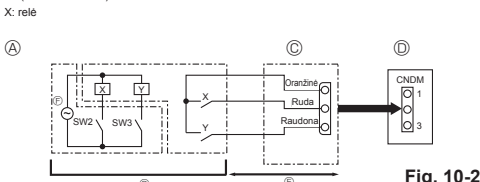

Fig. 10-2
10.2. Poreikio funkcija (modifikacija vietoje) (Fig. 10-2)